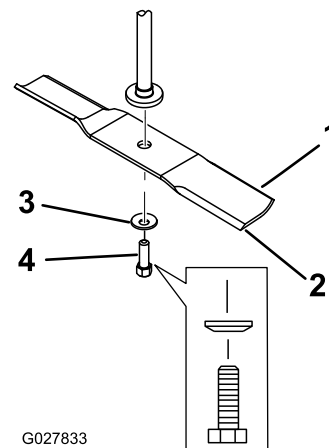

Figura 50
2. Retire del eje el perno de la cuchilla, la arandela curva y la cuchilla (Figura 50).
1. Instale la cuchilla en el eje (Figura 50).
2. Instale la arandela curva (con la copa hacia la cuchilla) y el perno de la cuchilla (Figura 50).